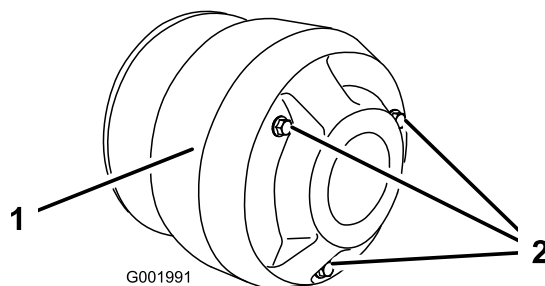

Figure 55
4. Retirez les trois boulons de fixation du couvercle de l'embrayage et déposez le couvercle (Figure 55).